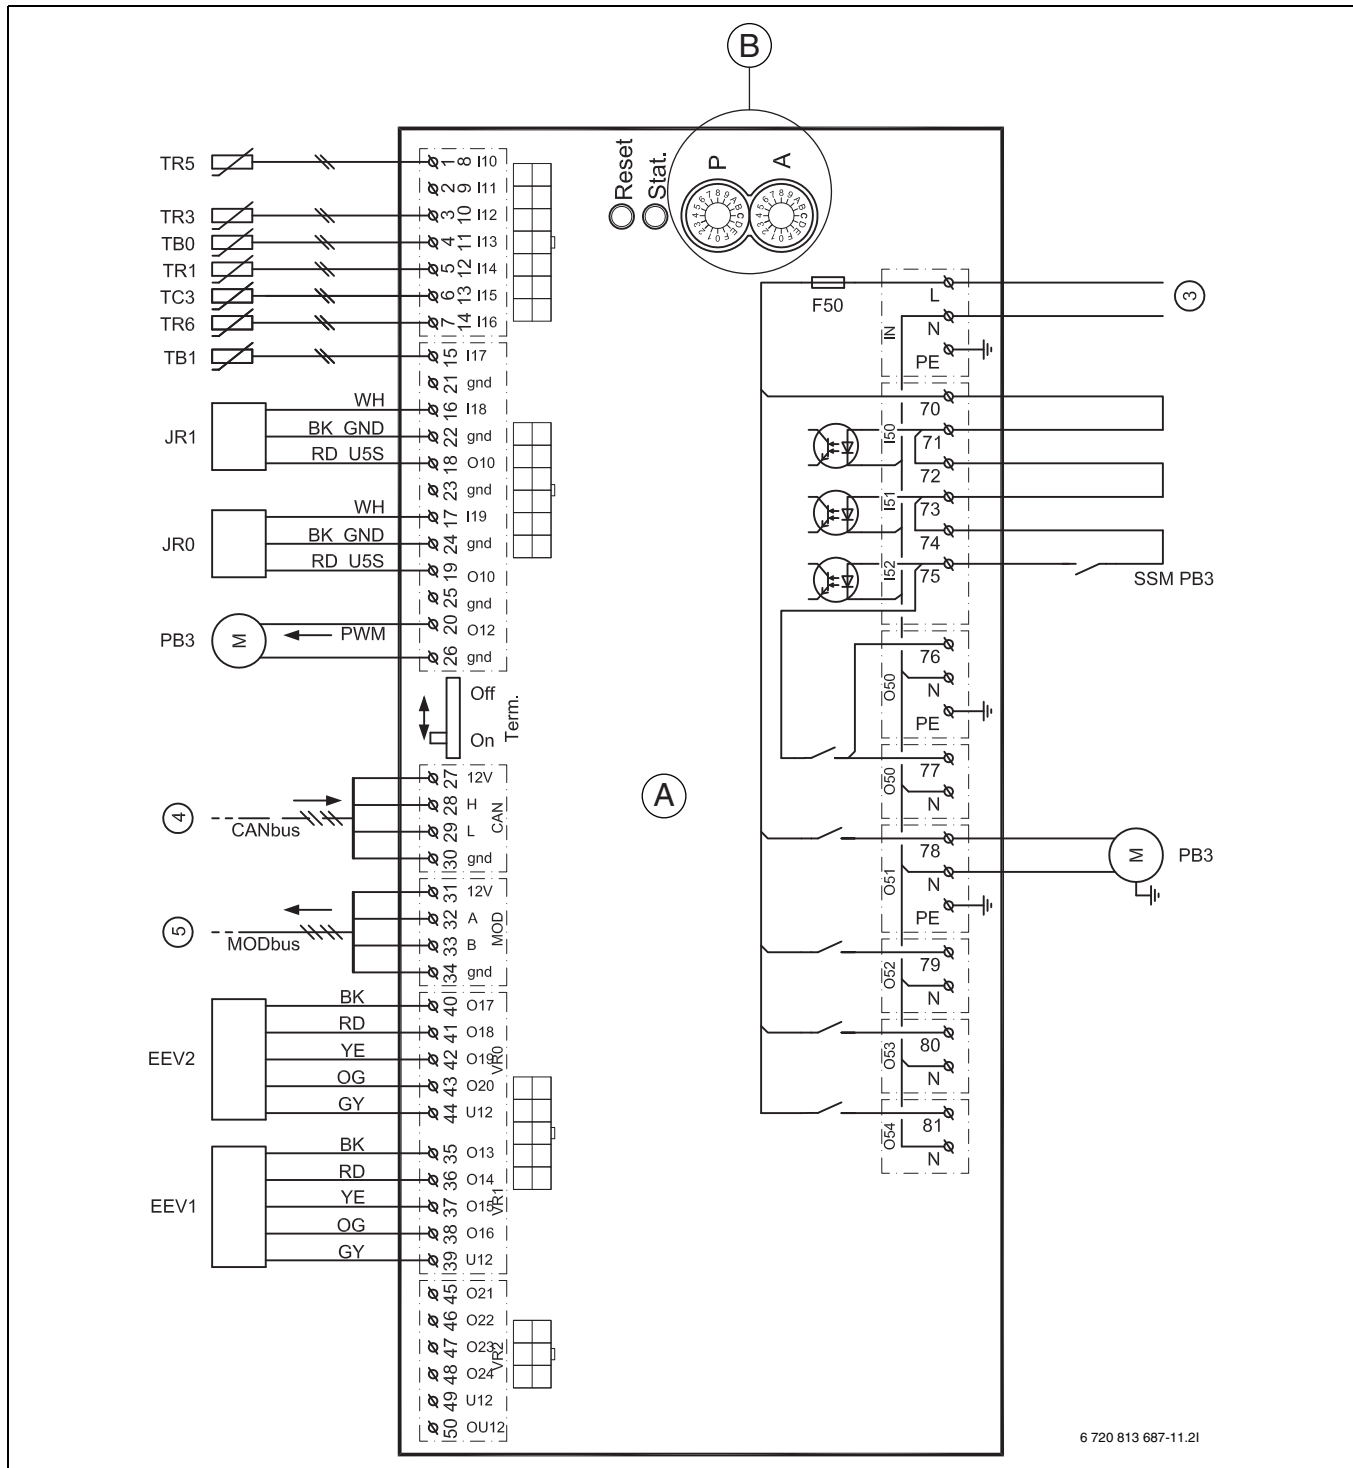

Рис. 33 Электросхема I/O-модуля
- [3] Рабочее напряжение 230 В~, I/O-модуль ([3] рис. 33)
- [5] MOD-BUS от I/O-модуля ([5] рис. 33)
- [4] CAN-BUS к I/O-модулю ([4] рис. 33)